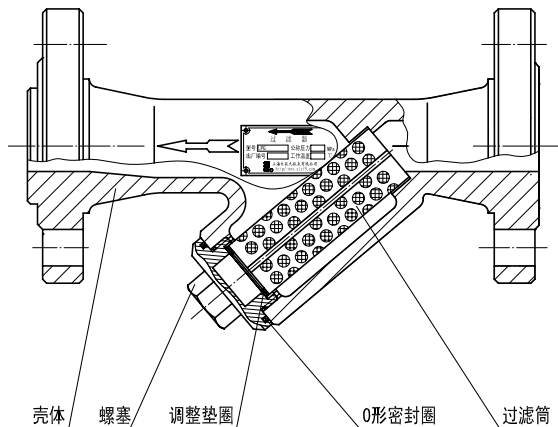

图 1a 斜插式螺母型快卸过滤器
1. 斜插式螺母型快卸过滤器其结构是通过六角螺栓进行压紧密封。（见图 1a）